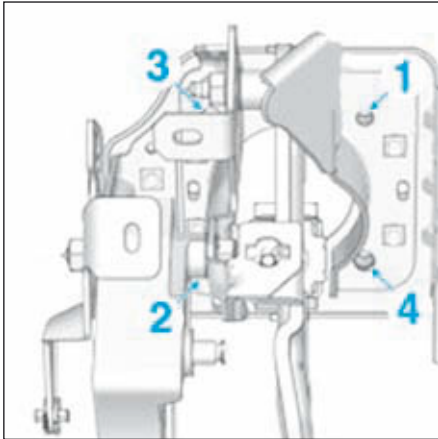

FIG.31
- Remplacer systématiquement les écrous (13) et respecter leur ordre de serrage (Fig.31).